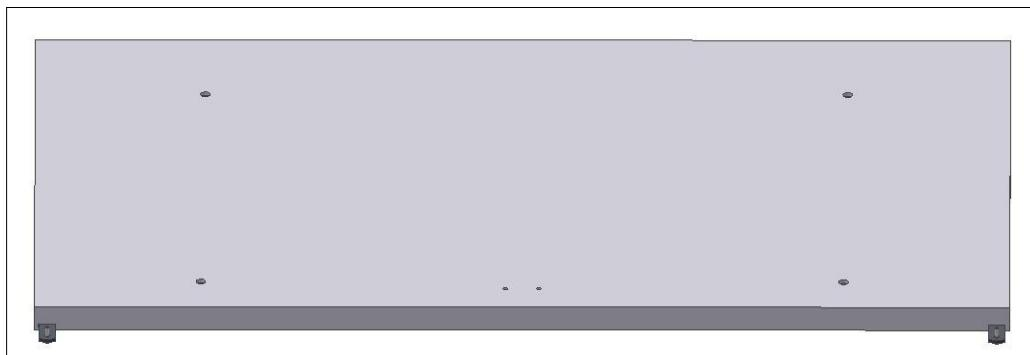

Fig. 2
- Colocar **painel do fundo** sobre o piso e nivela-lo (Fig.2);